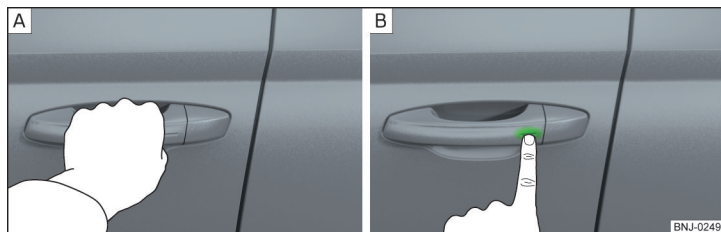

Fig. 45 Desbloquear vehículo / bloquear vehículo
- Agarrar la manivela para **desbloquear** el vehículo » **fig. 45** - **A**.
- Tocar el sensor en la manivela con el dedo para **bloquear** el vehículo » **fig. 45** - **B**.
- Tocar con el dedo dentro de 5 seg. el sensor en el tirador de la puerta » **fig. 45 de la pág. 54** - **B**. La desactivación es confirmada por un sólo parpadeo de las luces intermitentes.